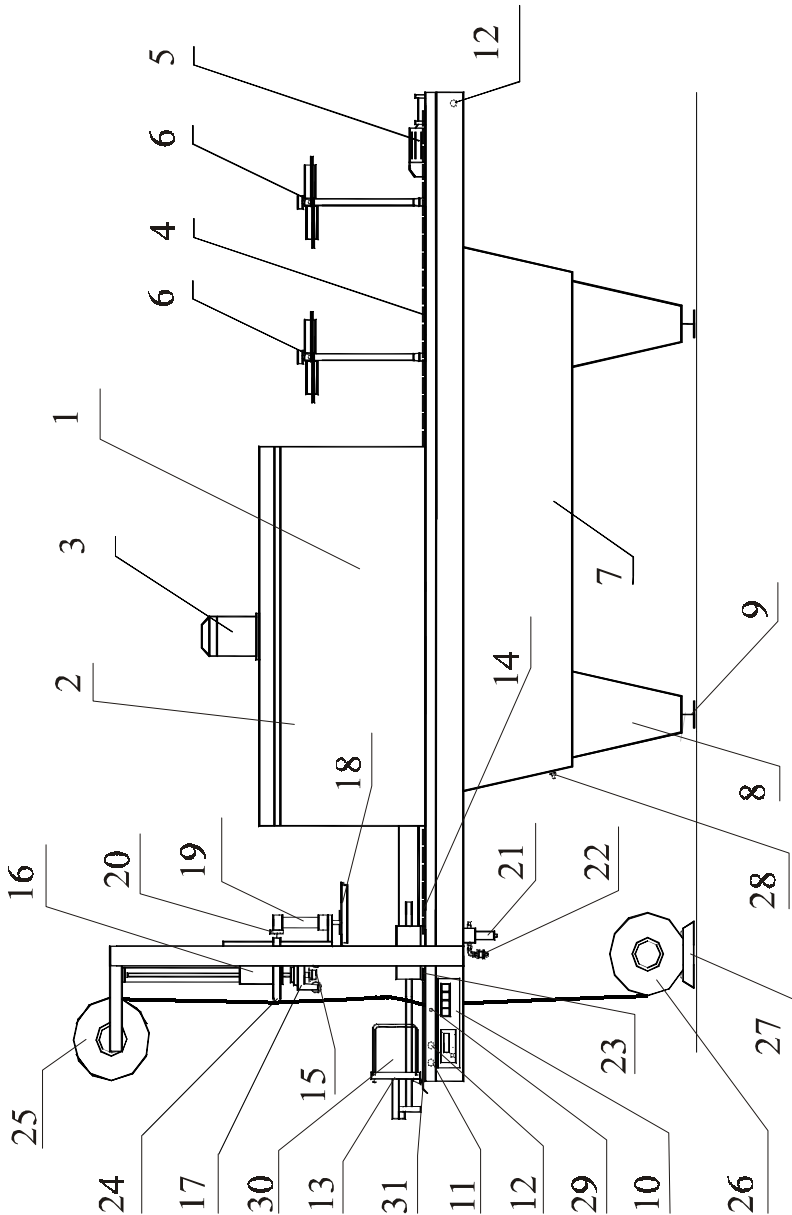

Рис. 1. Состав оборудования ТПЦ-550П
Термоусадочный упаковочный аппарат ТПЦ–550П (рис.1) представляет собой вариант аппарата серии ТПЦ-550 с пневмоприжимом термоножа и пневмотолкателем . Он состоит из сварной металлической рамы 1 на которой смонтированы: термокамера 2, транспортер 4 натяжным устройством, вентиляторами охлаждения 6 и элементы приводов: пневматических – пневмоцилиндр толкателя 13, пневмоцилиндр блока сварки–отрезки термопленки 16, прижима 18–19,
8. Установить рулоны с пленкой в соответствии с рис.1. Вывести край пленки от нижнего рулона через щель в столе аппарата и вывести пленку за плоскость ножа (от оператора). Опустить край пленки верхнего рулона до касания с пленкой нижнего рулона и протянуть ее за плоскость действия ножа.